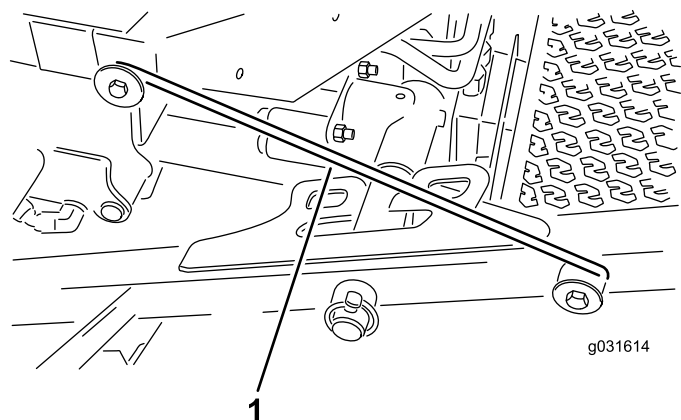

Figure 31
4. Dégagez la barre de verrouillage de son point d'accrochage sur le bâti porteur avant (Figure 31).
5. Soulevez l'extérieur des unités de coupe avant et placez le verrou sur la goupille du cadre à l'avant de la plate-forme de l'utilisateur (Figure 31).